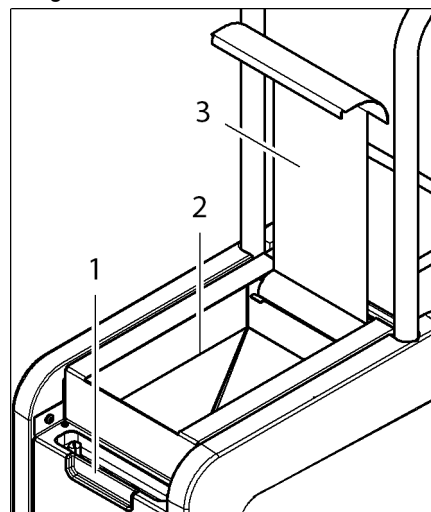

Abb. 9: Fülltrichter mit Trockeneis beschicken
- Fassen Sie in die Griffmulde (Pos. 1 in Abb. 9) und öffnen Sie die Abdeckklappe (Pos. 3 in Abb. 9) über dem Fülltrichter (Pos. 2 in Abb. 9).
- Entleeren Sie den Fülltrichter (Pos. 2 in Abb. 9), wenn Sie den Strahlprozess über einen längeren Zeitraum unterbrechen.
- Öffnen Sie die Abdeckklappe (Pos. 3 in Abb. 9) über dem Fülltrichter (Pos. 2 in Abb. 9).